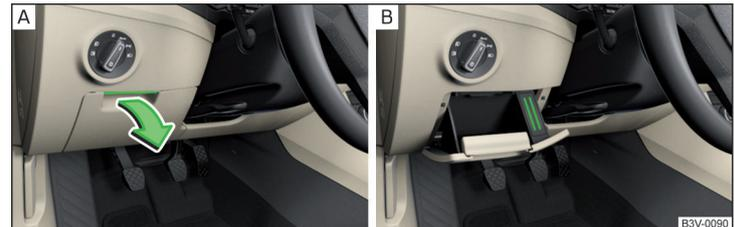

Abb. 99 Ablagefach öffnen / Kartenhalter
- Zum **Öffnen** den Griff anheben und das Fach aufklappen » Abb. 99 - [A].
Im Ablagefach befindet sich ein Kartenhalter » Abb. 99 - [B].